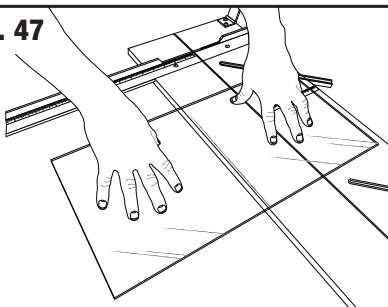

Fig. 48
1. Desserrez le boulon du sabot de la molette (**Fig. 48**).